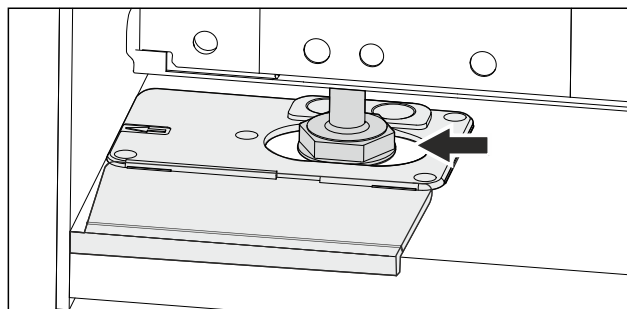

Fig. 50
- Regolare l'apparecchio sui piedi di regolazione. Fig. 50 ()